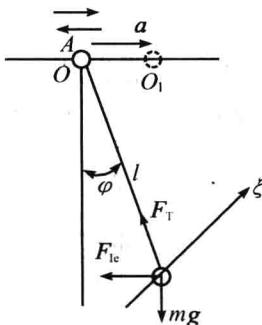

图 1-3
**1-1** 图 1-3 所示单摆  $AB$  长  $l$ ,已知点  $A$  在固定点  $O$  的附近沿水平作微幅谐振动:  $OO_1 = a \sin \omega t$ ,其中  $a$  与  $\omega$  为常数。设初瞬时摆静止,求摆的相对运动规律。